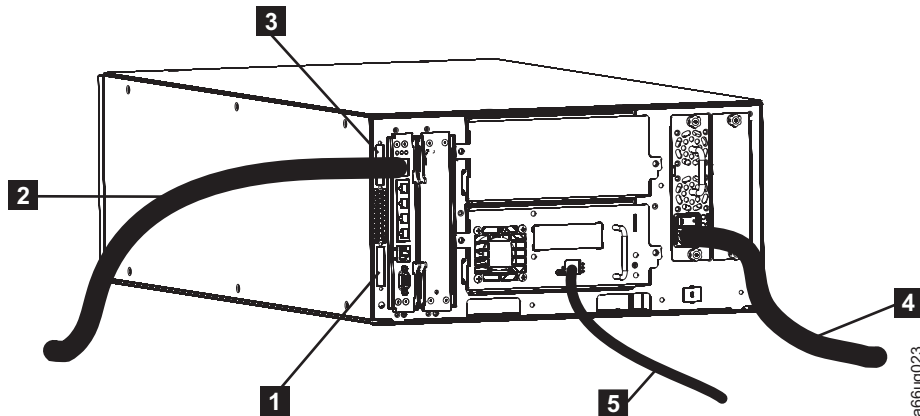

Abbildung 3-15. 5U-Kassettenarchiv mit Fibre-Channel-Laufwerken verkabeln
1. Installieren Sie den oberen Modul-DFV-Abschluss-Stecker (**3** in Abb. 3-15).
2. Installieren Sie den unteren Modul-DFV-Abschluss-Stecker (**1** in Abb. 3-15).
3. Schließen Sie ein Ende des vom Kunden gestellten Ethernet-Kabels (**2** in Abb. 3-15) an den Ethernet-Port des Kassettenarchiv-Steuer-Blades an. Schließen Sie dann das andere Ende des Kabels an das Netz an.
4. Schließen Sie ein Ende des Fibre-Channel-Laufwerk-Kabels (**5** in Abb. 3-15) an ein Fibre-Channel-Laufwerk im Kassettenarchiv an. Schließen Sie dann das andere Ende des Kabels an das Netz an. Wiederholen Sie diesen Vorgang für alle Fibre-Channel-Laufwerke im Kassettenarchiv.
5. Schließen Sie ein Ende des Netzkabels (**4** in Abb. 3-15) an die Anschlussbuchse eines Netzteils im Kassettenarchiv an. Schließen Sie dann das andere Ende des Kabels an den Versorgungsstromkreis an. Wiederholen Sie diesen Vorgang für alle Netzteile im Kassettenarchiv.